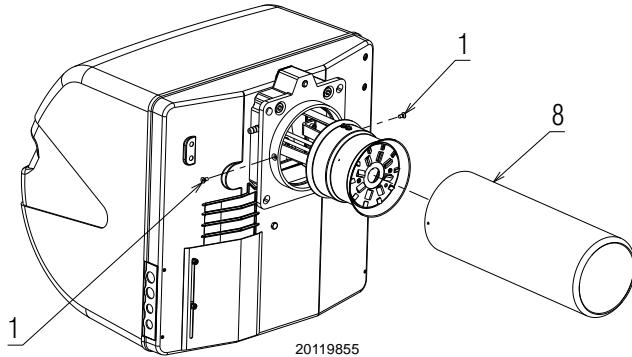

Fig. 2
- desenroscar los dos tornillos 1)(Fig. 2) y quitar el embudo llama 8);